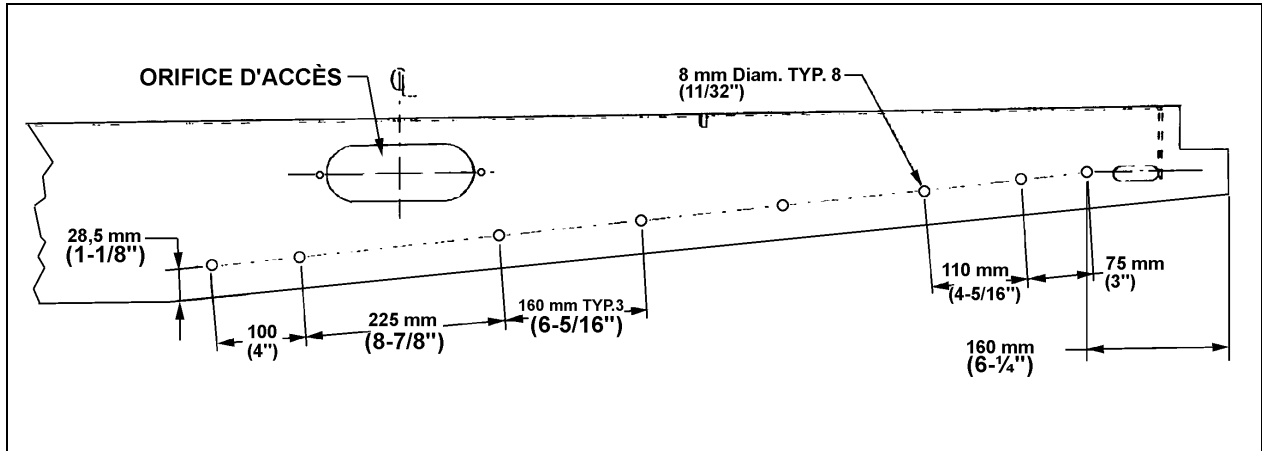

FIGURE 6 : SCHÉMA DE PERÇAGE POUR LES VÉHICULES DE LA SÉRIE XL
2. Percer huit trous de 8 mm (11/32 po) de diamètre dans le châssis de l'autocar en se servant du schéma de perçage comme référence (voir figure 6).